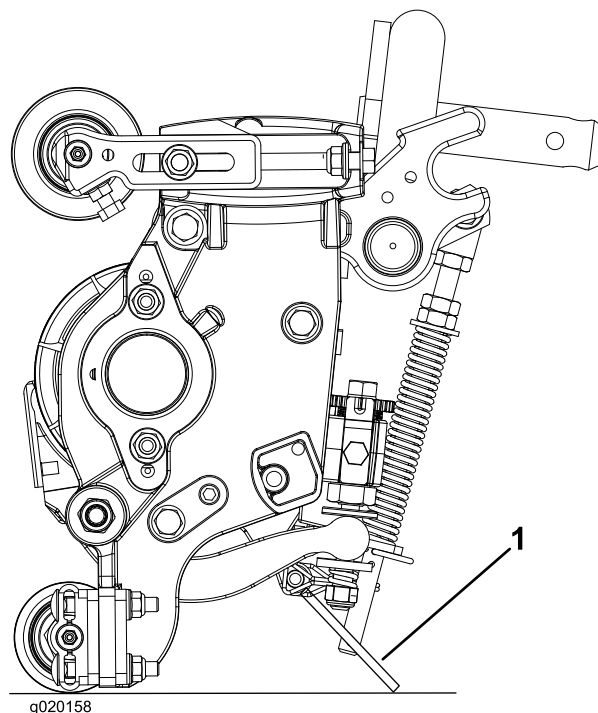

**Figure 11**
- Placez le plateau de coupe sur une surface de travail plane et horizontale. Tournez les vis de réglage de la barre d'appui dans le sens antihoraire pour vérifier qu'elle ne touche pas le cylindre (Figure 11).